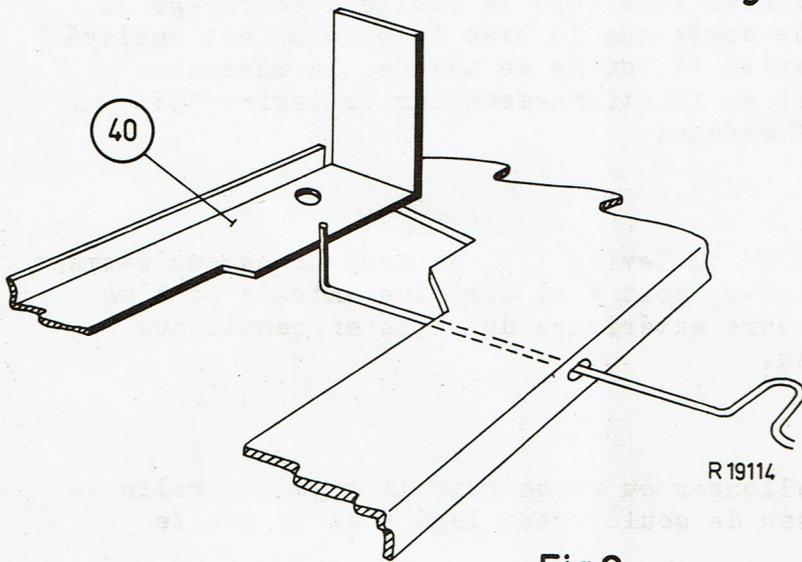

Fig.2
- b. Le bouton de marche étant enfoncé, le fil de démarrage doit toucher à peine le palpeur (voir la fig. 2).